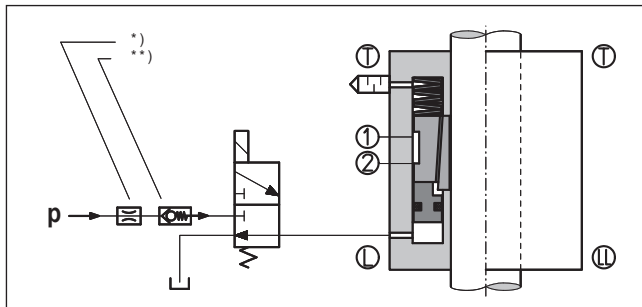

図5: 油圧配管の概略図
6ページ図5「油圧配管の概略図」の油圧回路を参考に配管していただければ、ほとんどのアプリケーションにてご使用いただけます。
- * ロッキングユニットへの圧力供給時に、インパクトノイズが発生した場合は、図5のpラインにあるフローコントロールバルブを調整することで解消できることがあります。
- ** 圧力が一定でない（ダウンストロークに切り替わる時に圧力が低下するなど）場合、図5のpラインにチェックバルブ（逆止弁）の配置を推奨いたします。